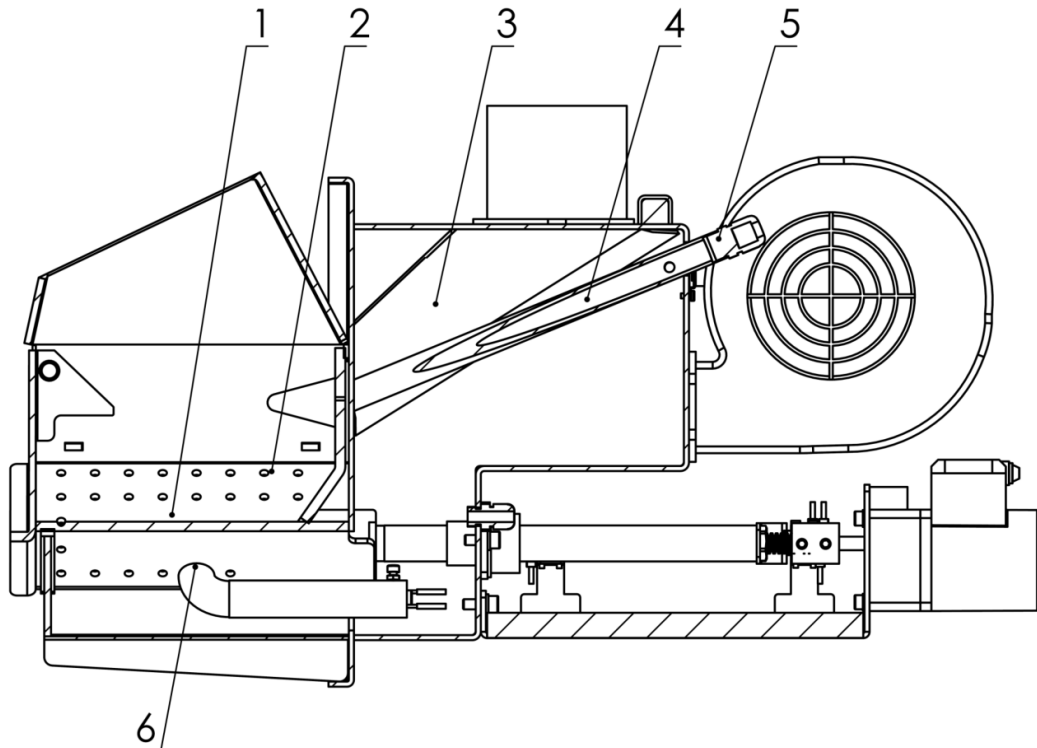

Abb. 20. Reinigung des Brenners
Beim Betrieb des Kessels kommt es nämlich zur Verunreinigung der Wärmetauschfläche, was zur Minderung der Kesselleistung führt und den Brennstoffverbrauch erhöht. Aus diesem Grund muss die Innenfläche der Wärmetauscherrohre mit Reinigungsspiralen mindestens einmal im Monat durch Betätigen des Handhebels (21- Abb.1) gereinigt werden. Zusätzlich müssen die Brennerschale (1- Abb. 20) gründlich gereinigt und die Luftdüsen (2) der Brennerschale und die Zünderspalten (6) durchstochen werden. Anschließend den Flammensensor (5) herausdrehen, das Sensorröhrchen (4) säubern und eventuelle Pelletrückstände von der Fallschiene (3) entfernen.